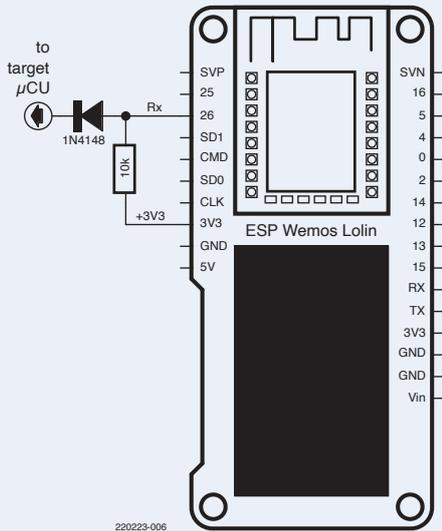

Bild 2. Auch wenn der ESP32 über 3,3-V-Pins verfügt, kann mit dieser Beschaltung ein 5-V-Mikrocontroller angeschlossen werden.
den ist. `Serial1` wird für die Datenerfassung über Pin 25 (TX) und Pin 26 (RX) initialisiert, obwohl eigentlich nur der RX-Pin benötigt wird. Da der ESP32 ein 3,3-V-Baustein ist, hat Laurent einen aus einem Widerstand und einer Diode bestehenden Pegelwandler hinzugefügt, damit auch 5,0-V-Mikrocontroller an die serielle Schnittstelle angeschlossen werden können (Bild 2).